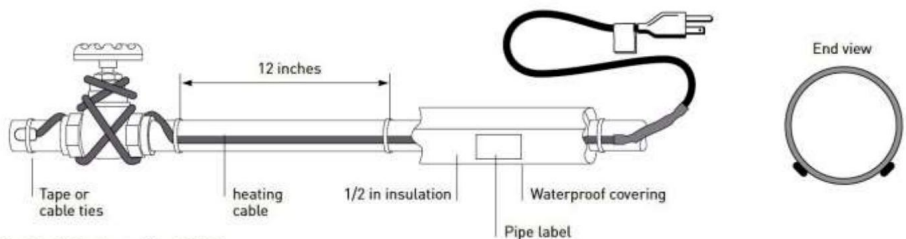
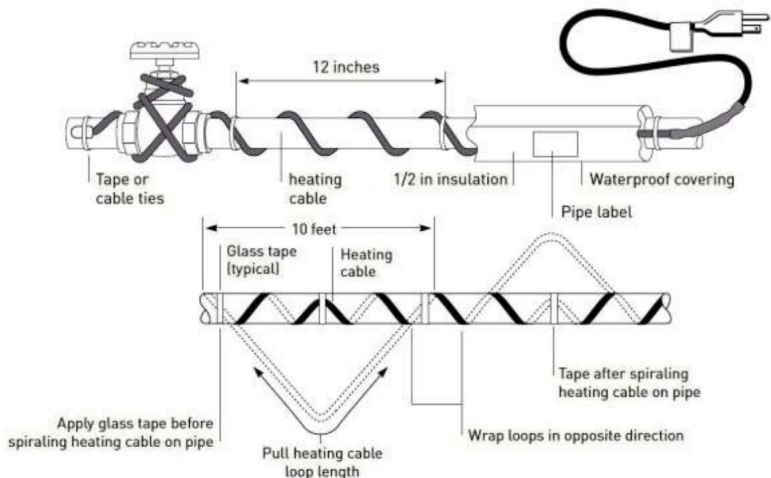

Figure 1. Straight-traced installation
Figure 2. Spiral-traced installation
• Installieren Sie das Heizkabel, indem Sie es gerade verlegen (Abbildung 1) oder spiralförmig (Abbildung 2).
• Installieren Sie das Heizkabel für eine gerade Verfolgung in der unteren Hälfte des Rohrs, beispielsweise in der 4-Uhr- oder 8-Uhr-Position (Abbildung 1, Endansicht).
• Heizkabel können in Bereichen mit niedrigeren Temperaturen, wie z. B. Ventilen, Flanschen usw., kreuzüberlappend installiert werden (Abbildung 1).
• Wenn das Design Spiralen erfordert, hängen Sie zunächst alle 10 Fuß eine Schleife auf, wie in Abbildung 2 gezeigt. Um die Schleifenlänge zu bestimmen, teilen Sie die Länge durch Ihre Rohrlänge und multiplizieren Sie sie mit 10. Wenn Sie beispielsweise eine 50-Fuß-Schleife auf einem 40-Fuß-Rohr verwenden, lassen Sie bei jedem 10-Fuß-Abschnitt des Rohrs eine 12-Fuß-Schleife Heizkabel. Greifen Sie die Schleife in der Mitte und wickeln Sie sie um das Rohr. Gleichen Sie den Abstand zwischen den Spiralen aus, indem Sie die Wicklungen entlang des Rohrs schieben. Befestigen Sie die Mitte der Schleife mit Glasband am Rohr.